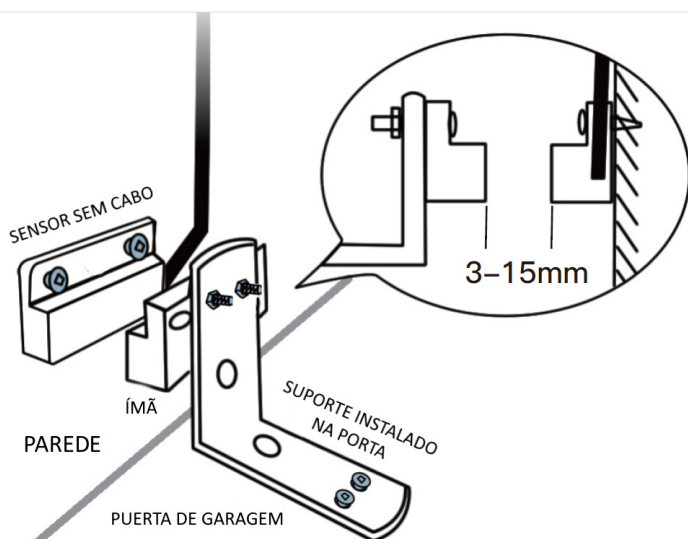

Fig. 2
2.1 Instalar o sensor de forma que o com cabos e o sem cabos fiquem próximos quando a porta estiver fechada. Se houver apenas uma parte móvel, é aconselhável colocar o sem cabos nela (Fig. 2 e 3).